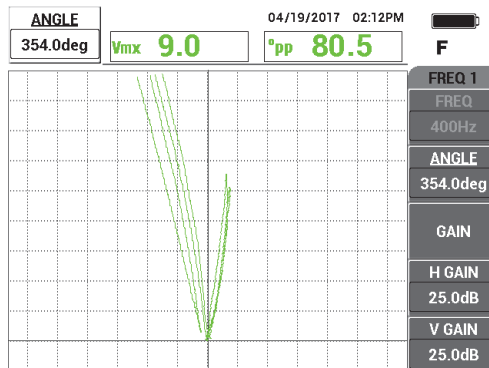

Abbildung 5-213 Einstellen der Signalphase
3. Drücken Sie die Direktzugriffstaste ANGLE () und stellen Sie das Signal ein, bis die AD der Nuten vom vertikalen Fadenkreuz aufgeteilt sind (siehe Abbildung 5-213 auf Seite 297).